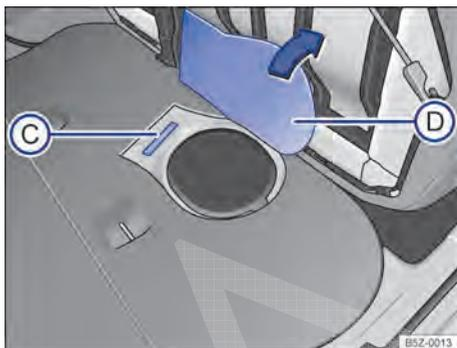

Fig. 188 Debaixo do banco traseiro sob o revestimento do assoalho (D): número de identificação do veículo (C).
O número de identificação do veículo está localizado debaixo do banco traseiro sob o revestimento do assoalho → Fig. 188 (C). Para encontrar o número de identificação do veículo, rebater o banco traseiro e levantar o revestimento do assoalho → Fig. 188 (D).